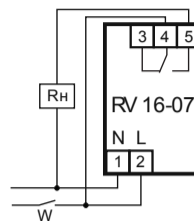

Рис. 2: схема подключения нагрузки мощностью до 2,2 кВт к устройству
7.2. Подключить нагрузку к изделию (см. рис.2). Для этого используйте одножильный или многожильный провод с двойной или усиленной изоляцией сечением, соответствующим мощности нагрузки. Фазное напряжение подается на контакты 2 и 4 устройства. Напряжение может подаваться через выключатель W или напрямую.